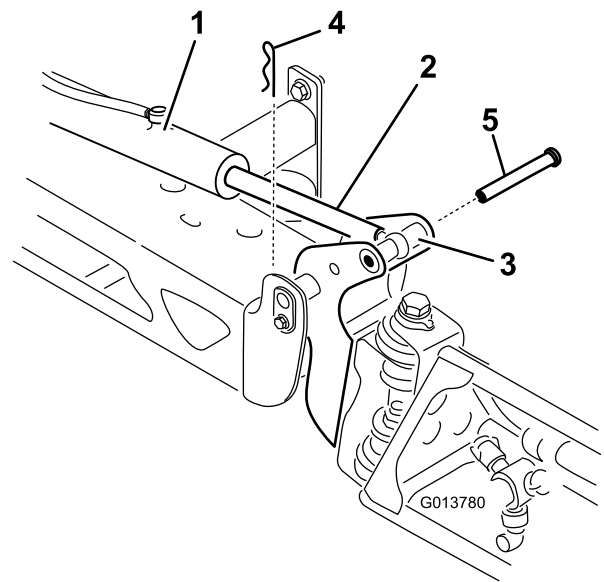

Figure 99
3. Élevez la rampe et retirez l'axe (Figure 99), puis abaissez lentement la rampe au sol.
2. Retirez la goupille fendue de l'axe de pivotement (Figure 99).
9. Tout en maintenant la rampe, insérez l'axe dans le pivot de rampe et la tige de vérin (Figure 99).